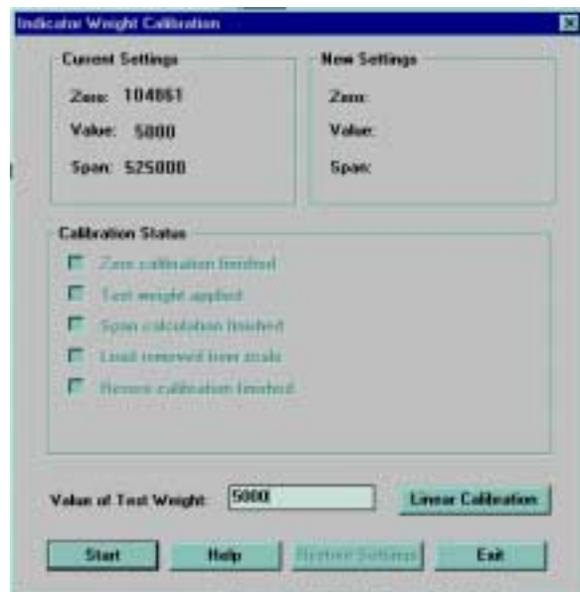

Figura 4-3. Pantalla de calibración de Revolution Scaleware
3. Revolution Scaleware carga datos de calibración desde el indicador y luego presenta la información en una pantalla como la que se muestra en la Figura 4-3.